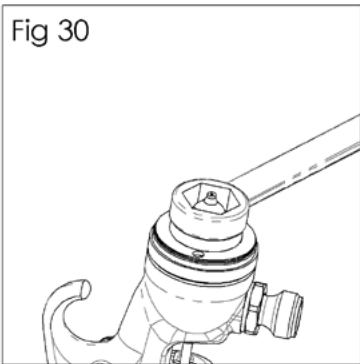

Fig 31
5. Retirez la tête de pulvérisation (9) et le joint (10) (Voir fig 31).
9. Ajustez la tête de pulvérisation (9), en s'assurant que la goupille est engagée dans l'orifice du corps du pistolet. (Voir fig. 31).